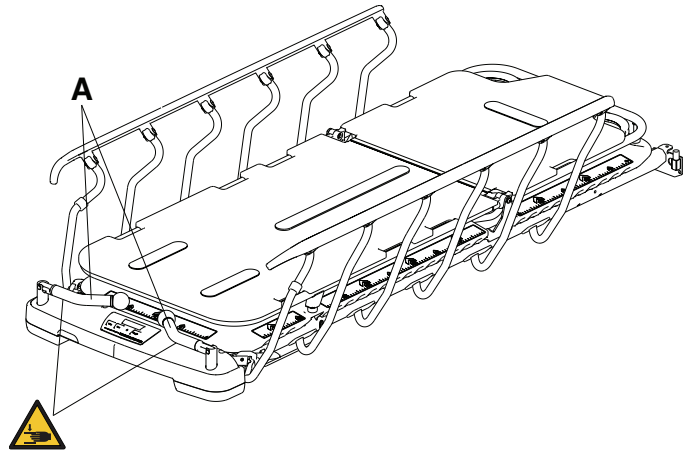

Figura 12 – Almacenamiento de los mangos de empuje del extremo de los pies
- Invierta los pasos para guardar los mangos de empuje del extremo de los pies (A) (Figura 12).